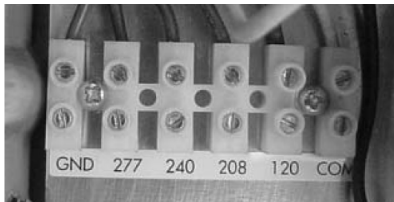

Figura 6 - Componentes previos al cableado
1. Aflojar los (6) tornillos cautivos de la cubierta del reflector en la puerta y abrir completamente la cubierta. Retirar el tornillo que fija la placa de cubierta sobre la carcasa del balasto. Asegurarse de conservar el tornillo en un lugar seguro.
2. Asegurarse de que la línea eléctrica no esté conectada al cable SOW. Asegurarse de pelar el aislante de los alambres del cable SOW para cortarlos. Observar que se han colocado cables previamente en todos los componentes del área de montaje del balasto. Solo necesitará instalar el cableado de la línea eléctrica al bloque terminal y al cable a tierra. Ver la Figura 6.